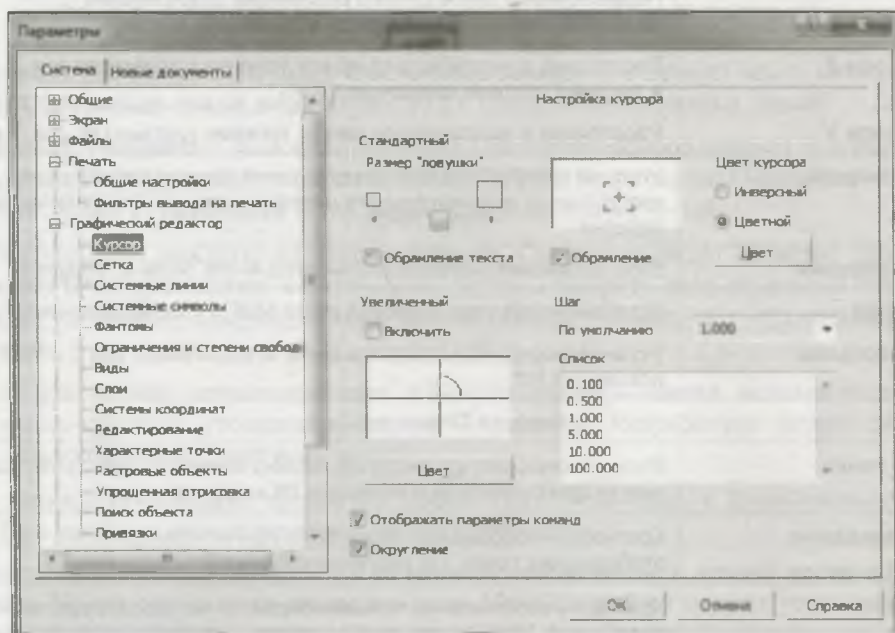

Рис. 17.3. Диалоговое окно Параметры с открытой панелью Настройка курсора
- ♦ щелкните ЛК мыши по знаку "плюс" перед названием **Графический редактор**, а затем по пункту **Курсор** — в правой части появилась панель **Настройка курсора** (рис. 17.3). На этой панели задайте следующие настройки: